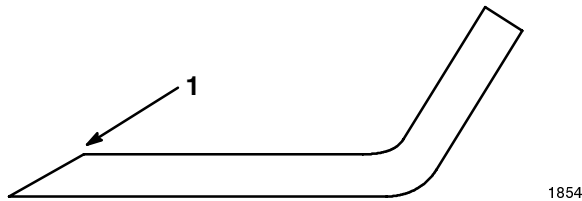

Abbildung 37
1. Die Schneidkante an beiden Enden des Schnittmessers mit einer Feile schärfen (Abb. 37). Den ursprünglichen Winkel beibehalten. Das Schnitmesser behält seine Auswuchtung bei, wenn von beiden Schneidkanten die gleiche Materialmenge entfernt wird.